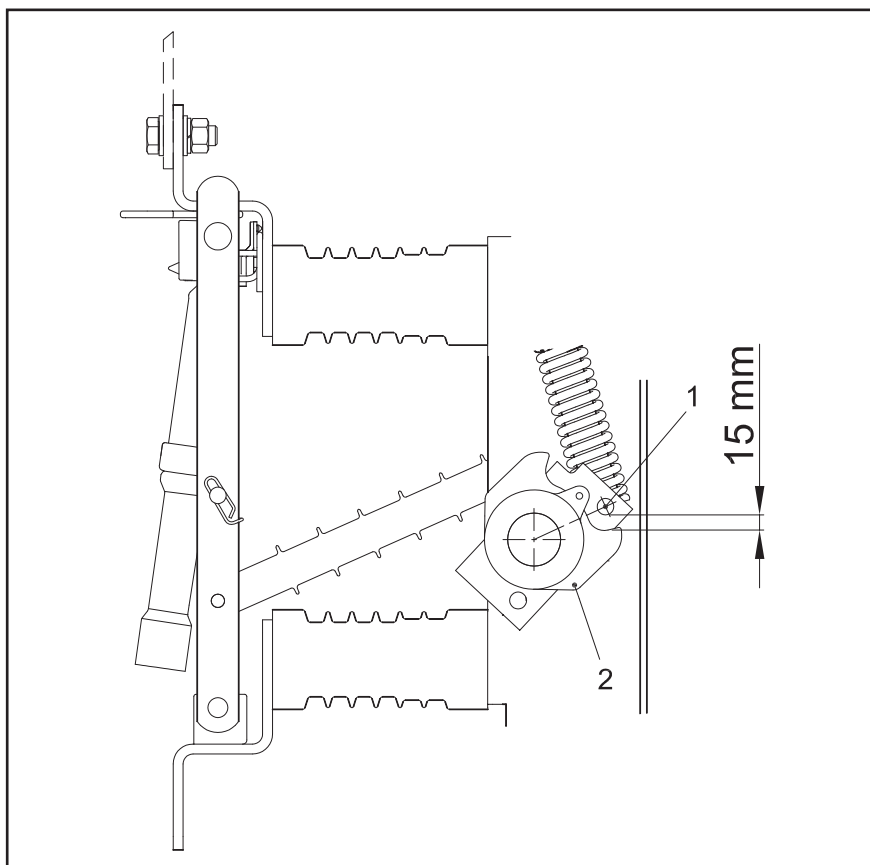

Рис. 9.9
В конечном положении „ВКЛ“ шайбного привода расстояние между управляющим штифтом (рис. 9.9/1) и шайбой с отверстиями (рис. 9.9/2) должно составлять ок. 15 мм.
**9.** Отключить выключатель при помощи шайбного привода. При оптимальной настройке в конечном положении „ОТКЛ“ шайбного привода расстояние между управляющим штифтом (рис. 9.9/1) и шайбы с отверстиями (рис. 9.9/2) должно снова составлять ок. 15 мм. При использовании шайбного привода с опциональной блокировкой она должна в данный момент защелкнуться.